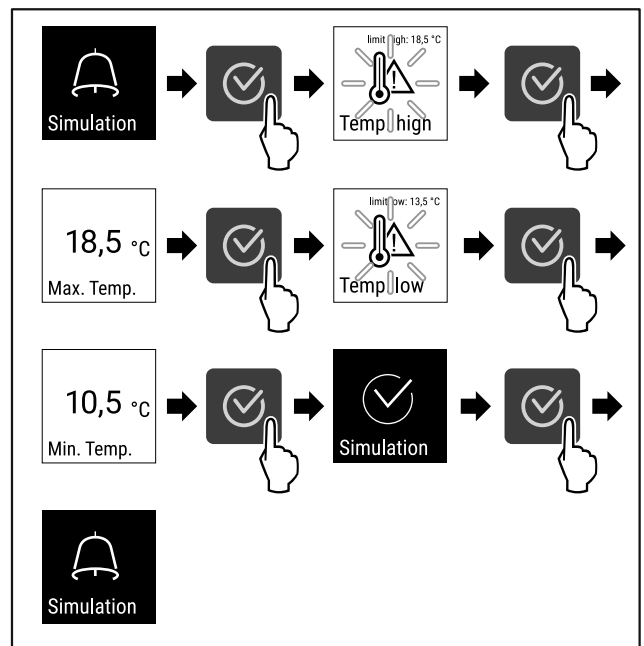

Fig. 124
- ▶ Stappen (zie Fig. 124) uitvoeren.